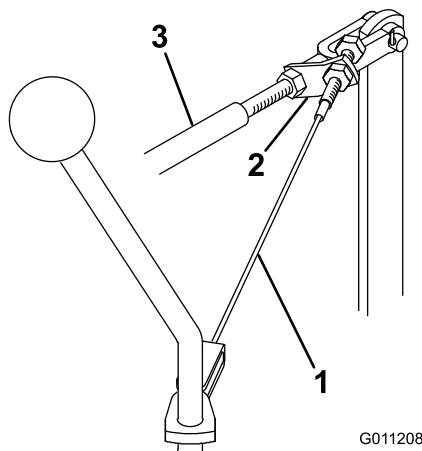

Bild 47
1. Lockern Sie die Klemmmutter, mit der die Kabelgruppe an der Halterung der Mäh-/Hubschaltstange befestigt ist (Bild 47).
3. Halten Sie die Mäh-/Hub-Schaltstange in der hinteren Stellung und ziehen Sie gleichzeitig die hintere Sicherungsmutter fest, um fast das ganze Spiel aus der Kabelgruppe zu entfernen (Bild 47). Spannen Sie das Kabel nicht zu fest.